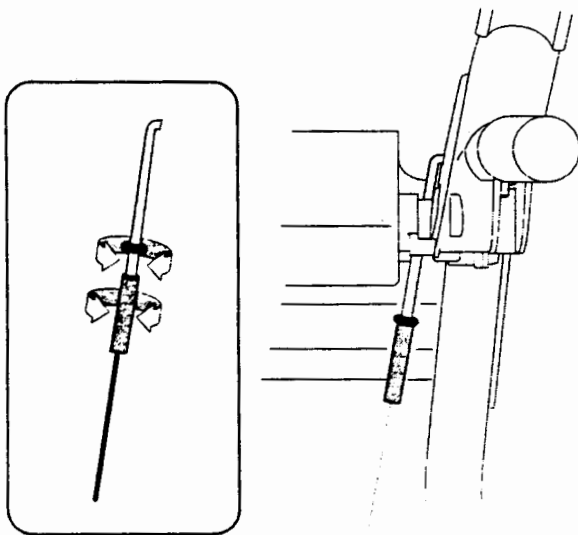

Figure 18
Si l'un des tests ci-dessus échoue, ajustez le câble de la transmission. Consultez la Figure 18 et continuez comme suit:
- Desserrez le contre-écrou à six pans du raccord en «Z» du câble (**sans tordre le câble**) de commande de la tarière. Faites tourner la virole du câble vers le bas pour obtenir plus de jeu ou vers le haut pour obtenir moins de jeu. Voir la Figure 18.